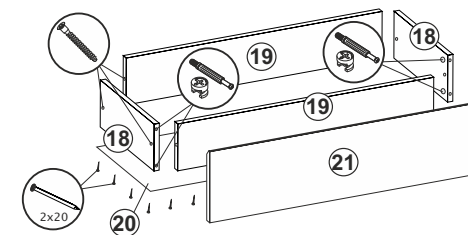

Рис.2
14. Соединить детали ящика (18,19) еврошурупами. Замерить диагонали получившегося ящика и прибить ХДФ (20) гвоздями 2х20 (рис.2).
15. Установить створки (21) на собранные ящики с помощью эксцентриков (рис.2).
16. Прикрутить ответные части направляющих снизу деталей ящика (18) шурупами 3,5х16 (рис.2).